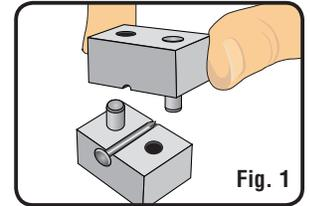

Fig. 1
3. Insert axle (point first) into hole on flat side of Axle Shaper with the mark at the 12 o'clock position (**Fig. 1**), and then close Shaper. Backside of axle head should be flush with Shaper.
3. Insérer l'essieu (point en premier) dans le trou sur le côté plat de former d'essieu avec le repère à la position 12 heures (**Fig. 1**), puis fermez le former. L'arrière de le tête d'essieu devrait être aligné avec le former.